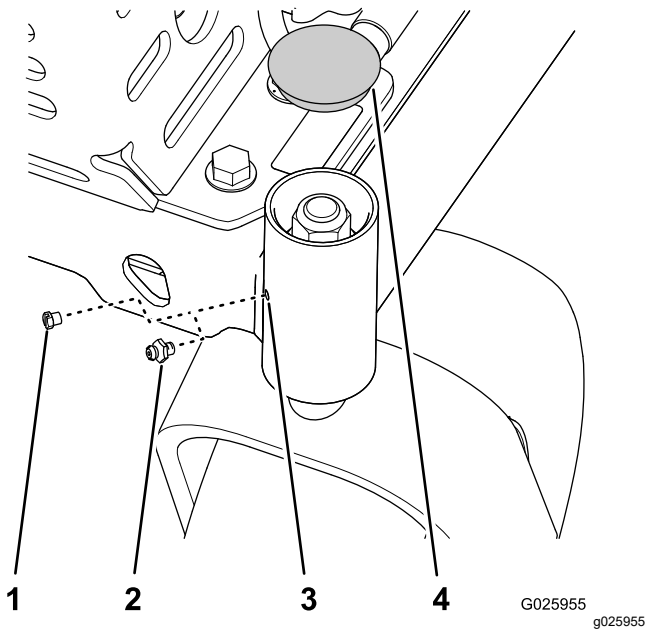

Figure 34
1. Déposez le capuchon et le bouchon hexagonal au sommet du pivot de la roue pivotante (Figure 34).
2. Vissez le graisseur dans le trou (Figure 34).
3. Injectez de la graisse dans le graisseur jusqu'à ce qu'elle ressorte autour du roulement supérieur (Figure 34).
4. Déposez le graisseur et reposez le bouchon que vous avez retiré à l'opération 1 (Figure 34).
5. Reposez le capuchon que vous avez déposé à l'opération 1 (Figure 34).